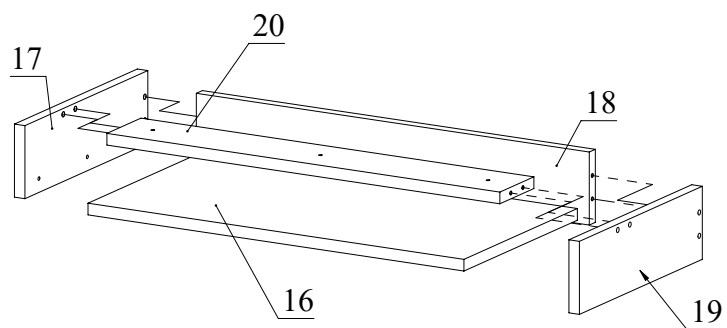

Рис.8
9. Соберите клавиатурную полку (Рис.8), закрепите на ней уголки и прикрепите её шурупами 3,5x16 и 4x30 снизу к столешнице.